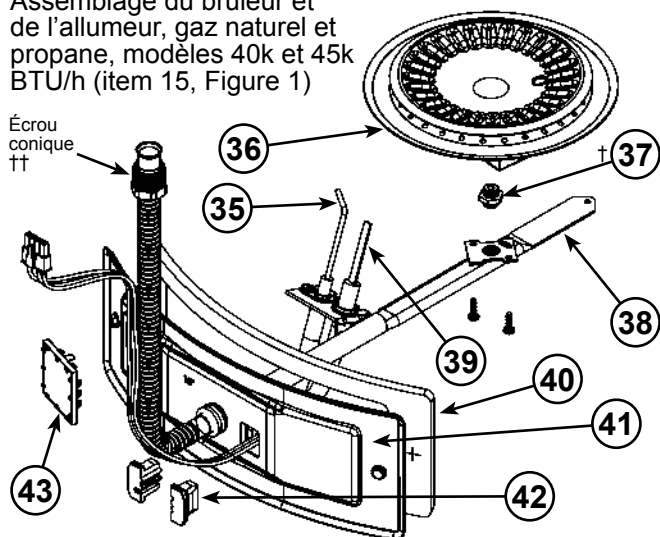
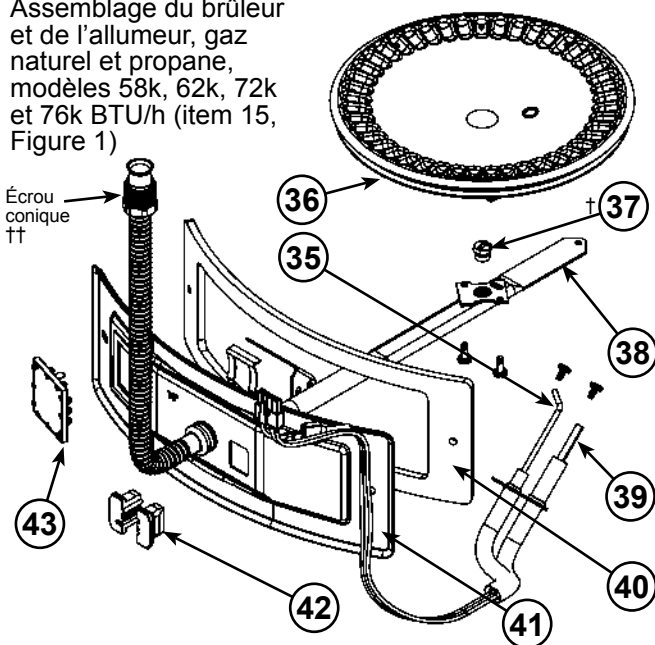

Figure 54
Figure 55
- 15 Assemblage de la porte du collecteur (non illustré) (voir Figure 3 et Figure 4) (voir aussi **Figure 54 & Figure 55**)
- 35 Détecteur de flammes (voir Figure 3 et Figure 4) (voir aussi **Figure 54 et Figure 55**)
- 36 Brûleur en tôle (voir Figure 3 et Figure 4)(voir aussi **Figure 54 et Figure 55**)
- 37 Orifice de gaz (voir Figure 3 et Figure 4)(voir aussi **Figure 54 et Figure 55**)
- 38 Collecteur (voir Figure 3 et Figure 4) (voir aussi **Figure 54 et Figure 55**)
- 39 Allumeur à élément chauffant (voir Figure 3 et Figure 4)(voir aussi **Figure 54 et Figure 55**)
- 40 Joint d'étanchéité, porte du collecteur (voir Figure 3 et Figure 4)(voir aussi **Figure 54 et Figure 55**)
- 41 Porte du collecteur (voir Figure 3 et Figure 4)(voir aussi **Figure 54 et Figure 55**)
- 42 Bloc passe-fil et étrier (voir Figure 3 et Figure 4)(voir aussi Figure 54 et **Figure 55**)
- 43 Regard (voir Figure 3 et Figure 4)(voir aussi **Figure 54 et Figure 55**)